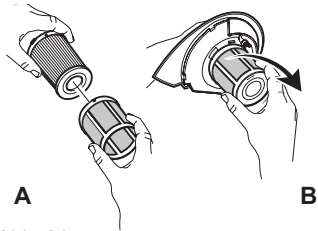

Abb. 26
2. Setzen Sie den neuen Lamellen-Zentralfilter wieder in sein Filtersieb (Abb. 26/A).
3. Setzen Sie den Lamellen-Zentralfilter durch Drehen im Uhrzeigersinn wieder ein (Abb. 26/B).